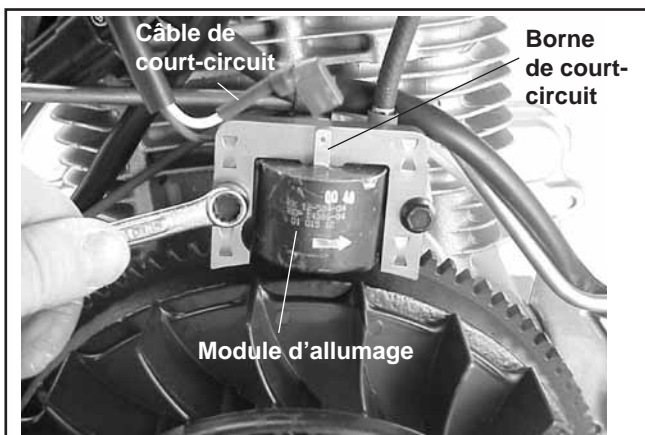

Figure 9-28. Dépose du module d'allumage.
1. Déconnecter le câble de court-circuit de la borne du module d'allumage. Voir la figure 9-28.